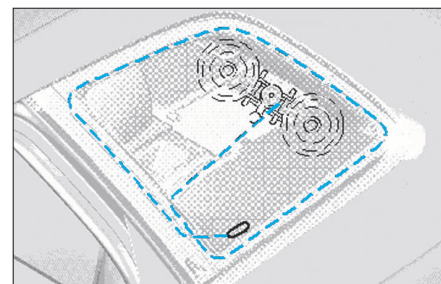

FIG. 4
- Découper complètement le cordon de colle suivant le cheminement (Fig.4).